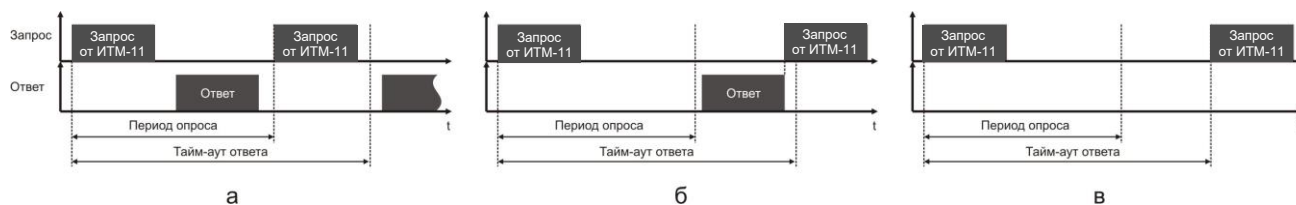

Рисунок 7.3- Временные диаграммы приема-передачи данных ИМТ-11(В) в режиме MASTER
- В **параметрах 05, 06** задаются период опроса и тайм-аут ответа соответственно. Период опроса задается в пределах 10-10000мс. При нормальной работе за время этого периода прибор должен успеть передать запрос и принять ответ (рис.7.3.а). По истечении времени периода идет следующий запрос. Таким образом, каждый период ИТМ-11(В) будет получать данные от запрашиваемого индикатора. Если же за время периода опроса ответ не приходит, посылка следующего запроса ожидается до истечения времени тайм-аута ответа. Если ответ придет до окончания тайм-аута, то сразу после его получения будет отправлен следующий запрос (рис.7.3.б). Если ответа не будет до окончания таймаута, тогда будет следующий запрос (7.3.в), и при этом светодиод ИНТ будет гореть до момента получения ответа. После пяти тайм-аутов с неполученным ответом на дисплее будет выведено сообщение об ошибке: